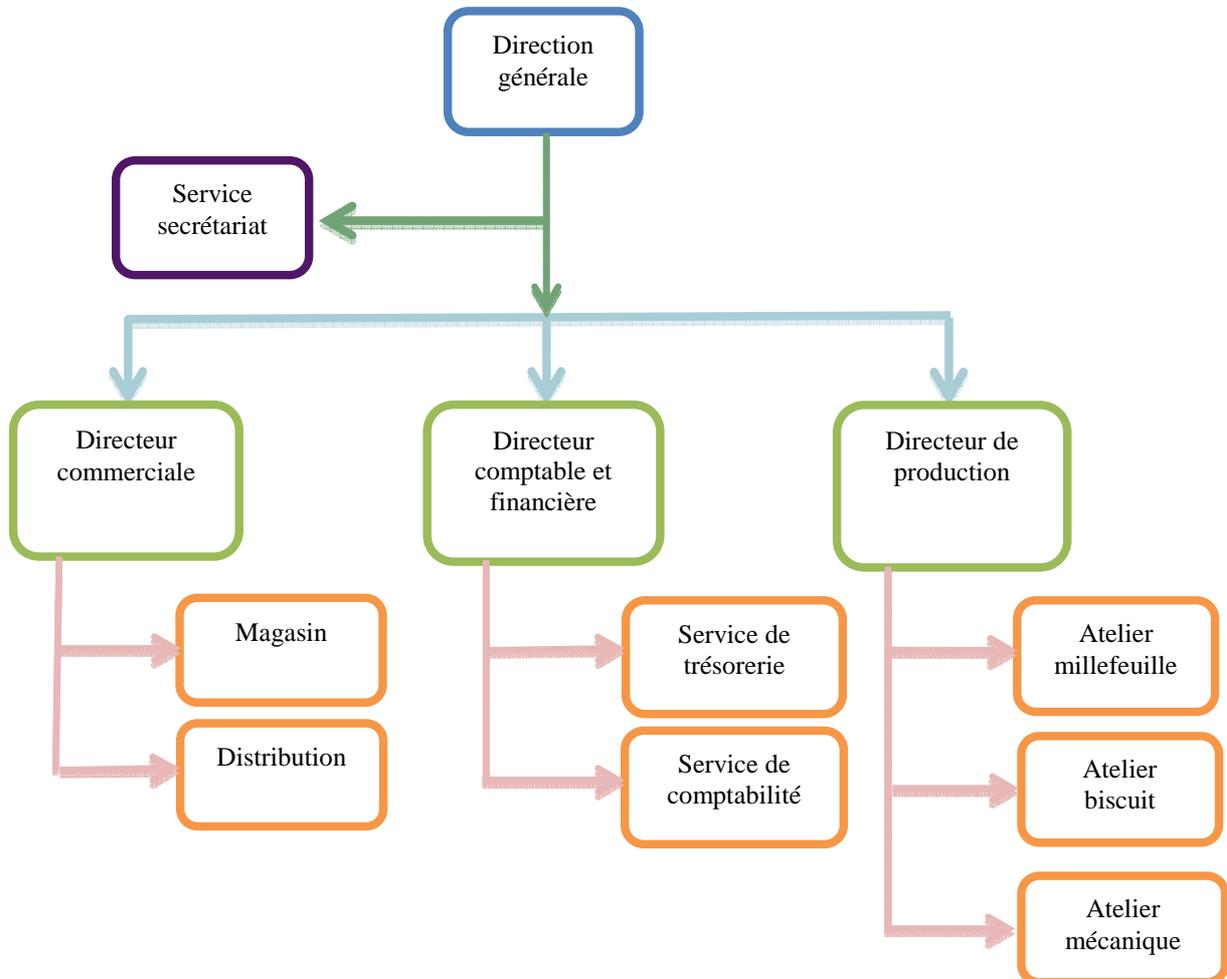

Fig I.1 : Organigramme présentant l'organisation interne de la société BIPAN.
- Fig I.1 : Organigramme présentant l'organisation interne de la société BIPAN 6